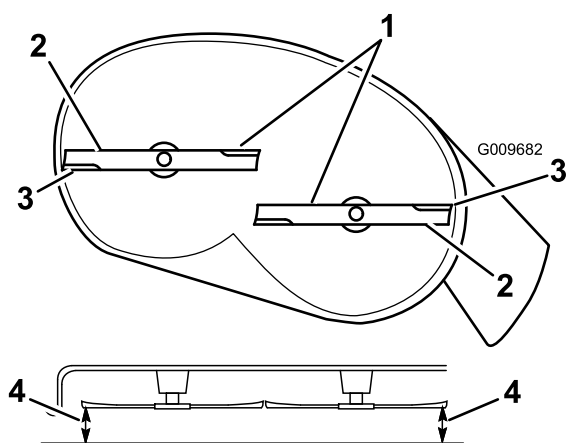

**Figura 66**
**Nota:** Ruotate il dado di bloccaggio posteriore in senso orario per alzare il piatto di taglio, in senso antiorario per abbassarlo (Figura 66).
8. Alzate o abbassate il lato sinistro del piatto di taglio ruotando il dado di bloccaggio posteriore (Figura 66).